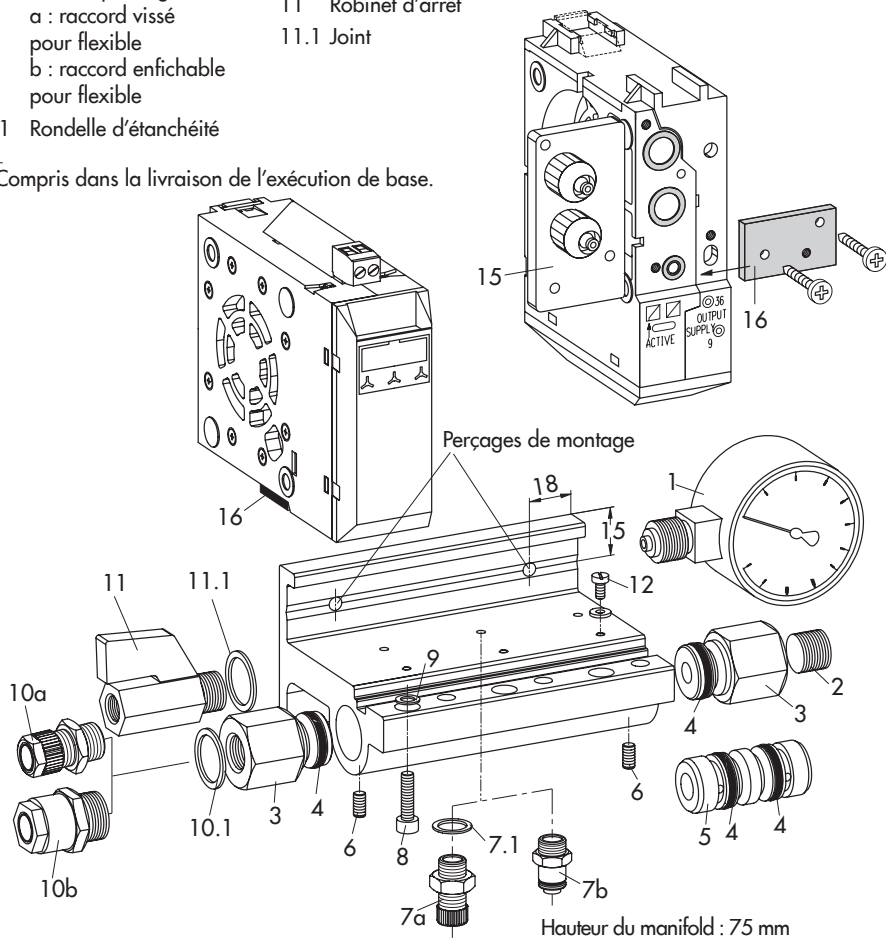

Fig. 4 : Remplacement de la plaque de raccordement sur le convertisseur (en haut) · Montage avec manifold (en bas)
Voir aussi Fig. 4 en page 14.
Le manifold (Fig. 4) est disponible en tant qu'accessoire et permet de fournir une alimentation d'air centralisée à plusieurs appareils types 6111.
- Mettre en place les vis de fixation du type 6111 : enfoncer depuis le bas les vis cylindriques (8) dans les alésages de la plaque de raccordement, puis enfoncer le joint torique (9) sur la face supérieure pour empêcher les vis de tomber.
- Dévisser la plaque de raccordement originale (15) de la face inférieure du convertisseur et la remplacer par la plaque de raccordement noire (16) fournie en accessoire, puis la visser à l'aide de deux vis 3x10 mm (Fig. 4, en haut).
- Basculer légèrement le convertisseur vers le haut et l'enfoncer sur le manifold monté (chapitre 7.1), appuyer vers le bas, puis l'assurer à l'aide de la vis (8).
N° de position entre parenthèses (x), cf. Fig. 4 en page 14.